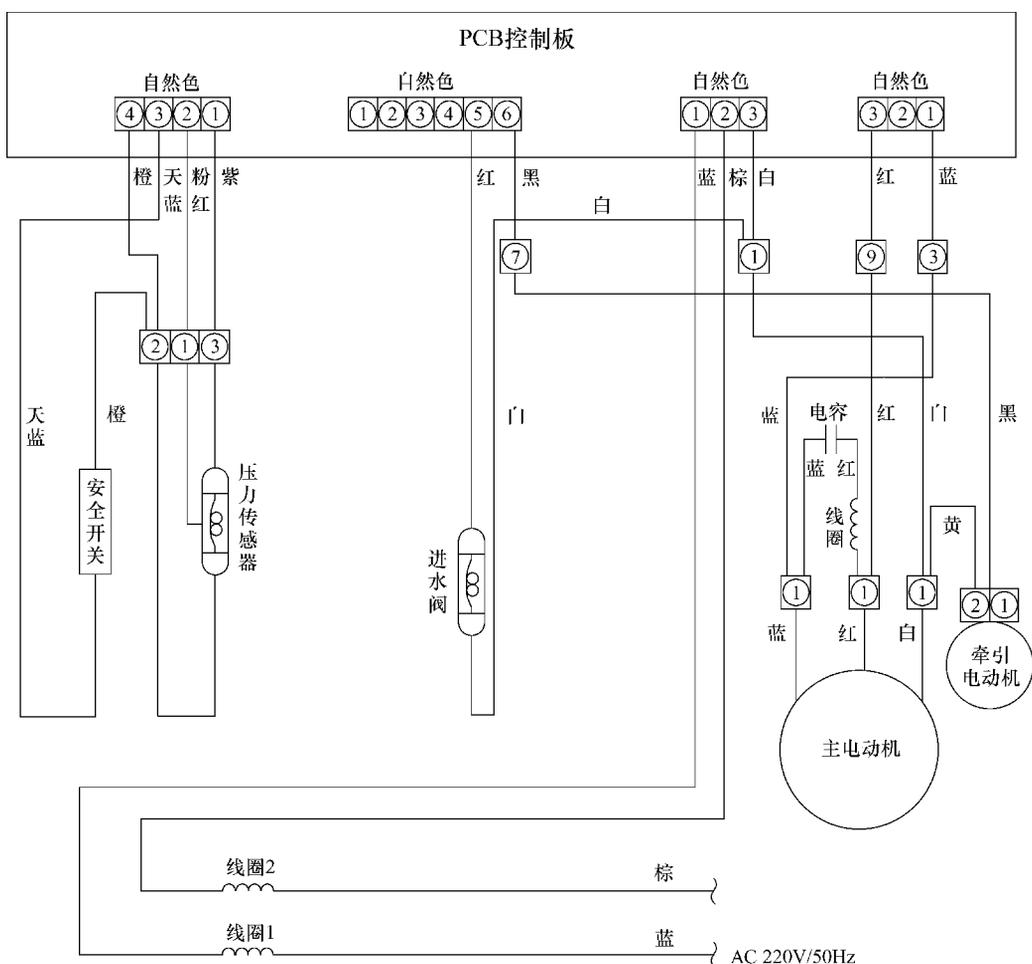

图 6-77 三星 XQB60 - K75B 型波轮式洗衣机电路原理图
**【附注】**三星 XQB60 - K75B 型波轮式洗衣机电路原理图如图 6-77 所示。